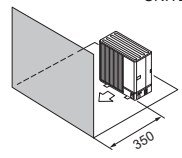

Fig. 2-9
- (4) Obstruction ou surface non dégagée à l'avant uniquement (Fig. 2-9)